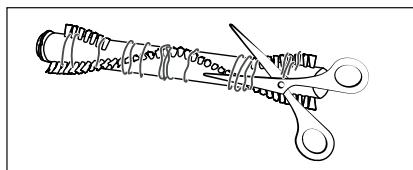

Fig. 26
- Klip trævler og hår langs børsterne til børsterullen 20 igennem med en saks (se fig. 26). Fjern trævler og hår fra børsterullen 20.